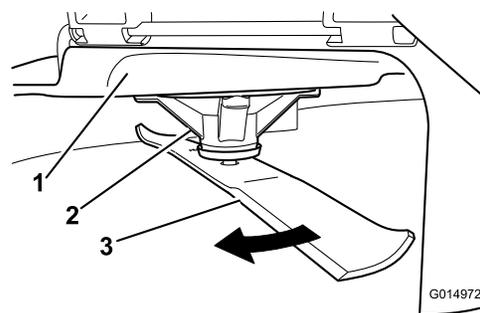

Figure 73
2. Enfilez des gants épais ou utilisez une autre protection adéquate pour les mains, et faites tourner la lame lentement jusqu'à une position permettant de mesurer correctement la distance entre le tranchant et la surface plane sur laquelle se trouve la machine (Figure 73).